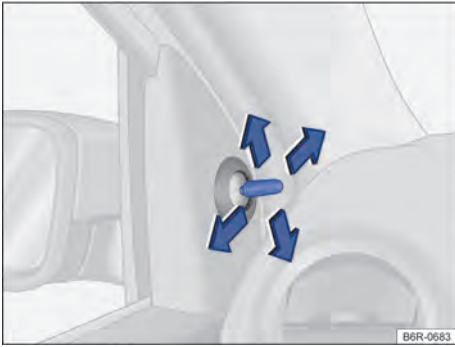

Fig. 81 Nas portas dianteiras: botão de ajuste dos espelhos retrovisores externos mecânicos.
– Movimentar o botão de ajuste no revestimento das portas dianteiras → Fig. 81.